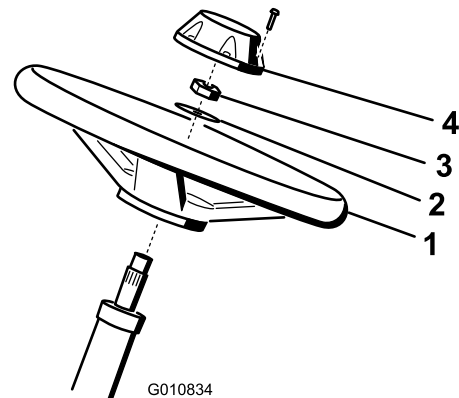

Figura 3
1. Collocate il volante sul piantone (Figura 3).
2. Collocate la rondella sul piantone (Figura 3).
3. Fissate il volante all'albero con un dado ad alette e serrate tra 27 e 35 N·m (20 - 26 ft-lb) (Figura 3).
4. Montate il coprimozzo sul volante e fissatelo con l'aiuto di una vite (Figura 3).